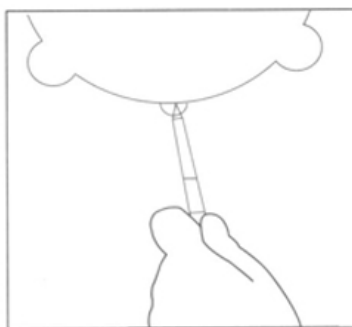

Figure 32
- 2) Прижмите картон к потолку и обведите контур (рис. 32).